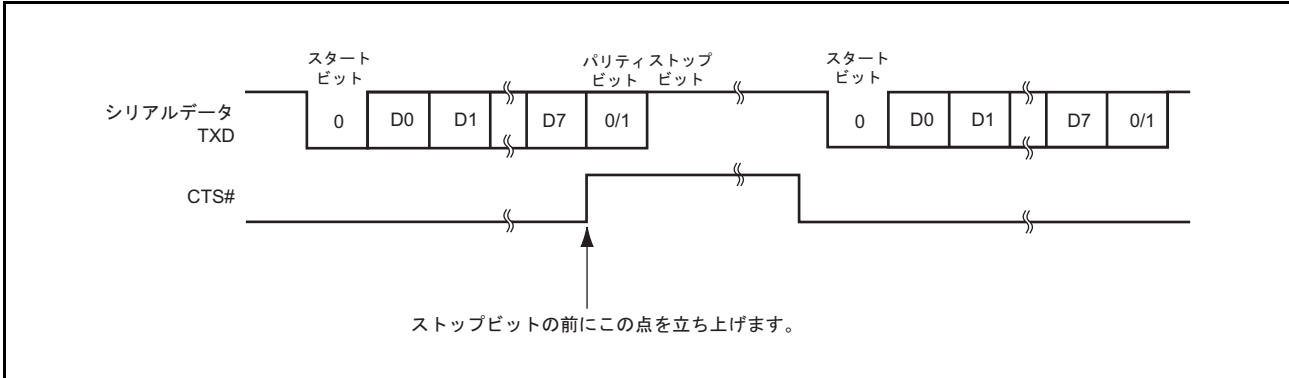

図 33.6 モデムコントロールを使用した動作例 (CTS#)
4. モデムコントロールを許可した場合、CTS# 端子への入力レベルによって送信を停止／再開することができます。CTS# 端子に High が入力されると、送信中のときは1フレームの送信終了後マーク状態 (High) になります。CTS# 端子に Low が入力されると、次の送信データがスタートビットを先頭に出力されます。モデムコントロールを使用した動作例を図 33.6 に示します。